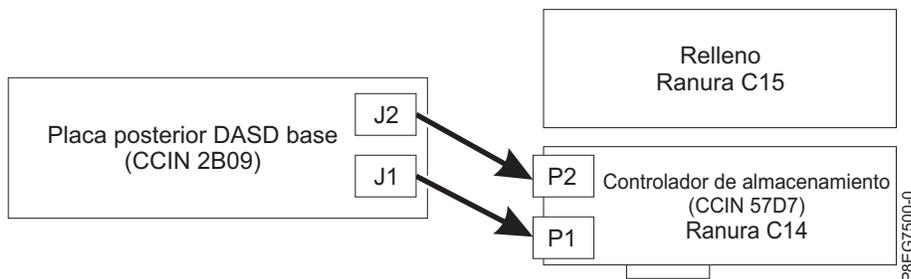

Figura 16. Reconexión del cable SAS en una configuración de almacenamiento base
- Si tiene un adaptador interno PCIe3 x8 SAS RAID (CCIN 57D7) en la ranura P1-C14 (característica de almacenamiento base), un cable SAS conecta el conector de la placa posterior de la unidad de disco inferior (J1) con el conector P1 conector del adaptador. Un segundo cable SAS conecta el conector de la placa posterior de la unidad de disco superior (J2) con el conector P2 del mismo adaptador. Consulte Figura 16.